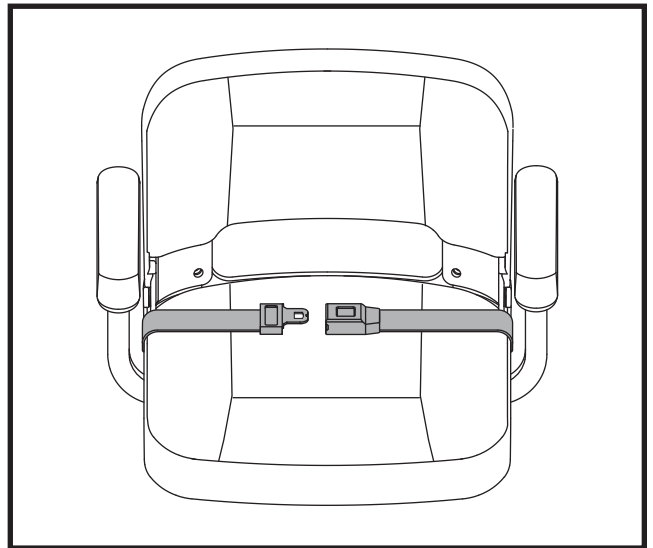

Figure 22. Ceinture de positionnement - De type attache en métal
Votre Travel Scooter peut être équipé d'une ceinture de positionnement de type automobile réglable pour votre confort. **Voir les figures 22 ou 23.** La ceinture de positionnement est conçue pour supporter et empêcher le conducteur de glisser ou d'avancer sur le siège. La ceinture de positionnement n'est pas une ceinture de sécurité.
1. Insérez l'onglet de la ceinture côté droit dans la boucle de ceinture côté gauche jusqu'à ce que vous entendiez le "clic". **Voir la figure 22.**